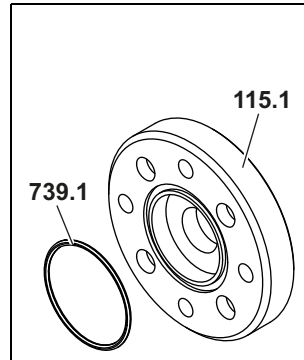

Abb. 7
2. O-Ringe **739.1** und **739.2** entfernen, siehe Abb. 7, Seite 33.